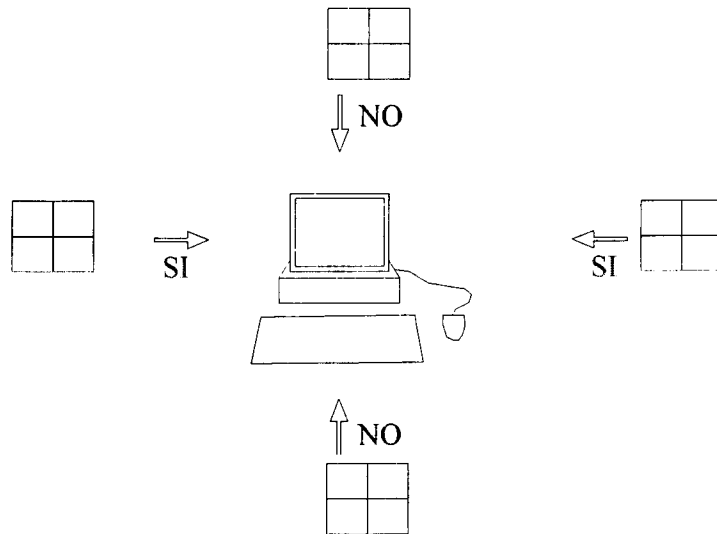

Figura 1 – CORRETTA POSIZIONE DEL POSTO DI LAVORO RISPETTO ALLA ILLUMINAZIONE NATURALE
Con riferimento alla figura 1, i lavoratori addetti dovranno:
- Porre il monitor a una distanza di circa 50-70 cm. dagli occhi, regolando lo stesso in modo che sia leggermente più in basso dell'altezza degli occhi (vedi figura 1).
Verificare che non vi siano riflessi fastidiosi sullo schermo e, in caso contrario, regolare l'orientamento dello schermo rispetto alle finestre e/o alle fonti luminose artificiali. Lo schermo deve essere posto in modo che le finestre siano disposte lateralmente (vedi figura 1)